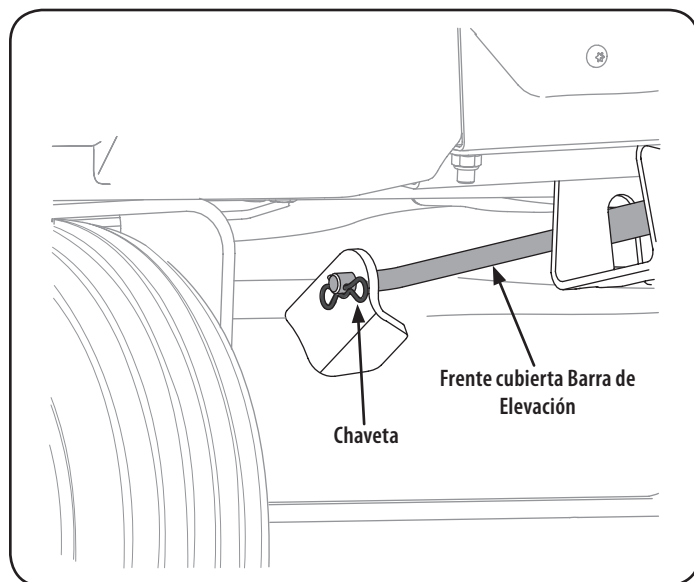

Figura 33
- b. Desde la parte media del tractor, haga girar el soporte de polea loca y la polea móvil hacia atrás, la polea de distancia de la parte trasera de la cinta "V" lo suficiente como para levantar la cinta hacia arriba y sobre la polea loca. Ver Figura 33.
6. Tire del pasador de la varilla de elevación de la plataforma frente a la fijación a la cubierta. Ver Figura 33. Deslice la barra de elevación de la plataforma de la ménsula de suspensión frontal.
6. Vuelva a instalar la barra de elevación de la plataforma delantera y fíjela con el pasador. Consulte la Figura 33.